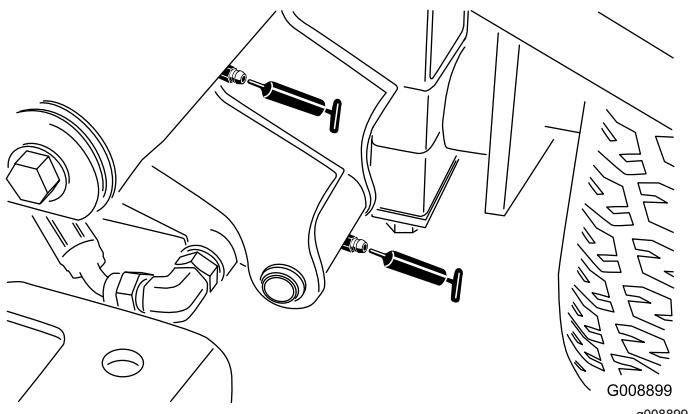

Figura 65
- Perno del braccio di sollevamento sinistro anteriore e cilindro di sollevamento (2 raccordi – Figura 65)